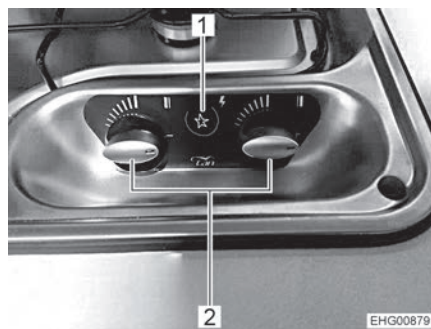

Fig. 130 Boutons de commande pour le réchaud à gaz
- Tourner le bouton tournant (Fig. 130,2) du brûleur désiré en position d'allumage (grande flamme).
- Appuyer sur le bouton-poussoir (Fig. 130,1). Le brûleur produit des étincelles.